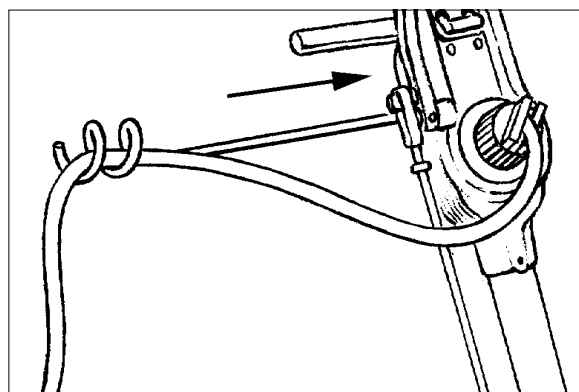

Figure 10
4. Enroulez le cordon d'alimentation autour du bras pour câble (voir figure 10). Tenez le cordon d'alimentation hors du parcours de l'appareil. Ne branchez pas le cordon d'alimentation à cette étape.